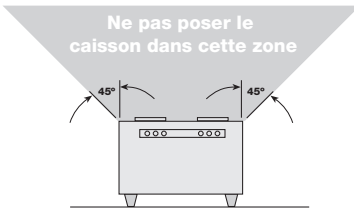

Figure 6
5. Ces caissons ne sont pas conseillés pour les applications d'aspiration de vapeurs de cuisson. Ils sont conçus essentiellement pour l'aspiration d'air propre à basse température. La Figure 6, à la page 6, indique la distance minimale de placement de ces caissons par rapport à l'équipement de cuisson.
1. Pour obtenir des résultats optimaux, choisir l'emplacement de manière à limiter au maximum la longueur du conduit et le nombre de coudes. Ne pas poser la grille d'aspiration à proximité d'équipement de cuisson (Figure 6).